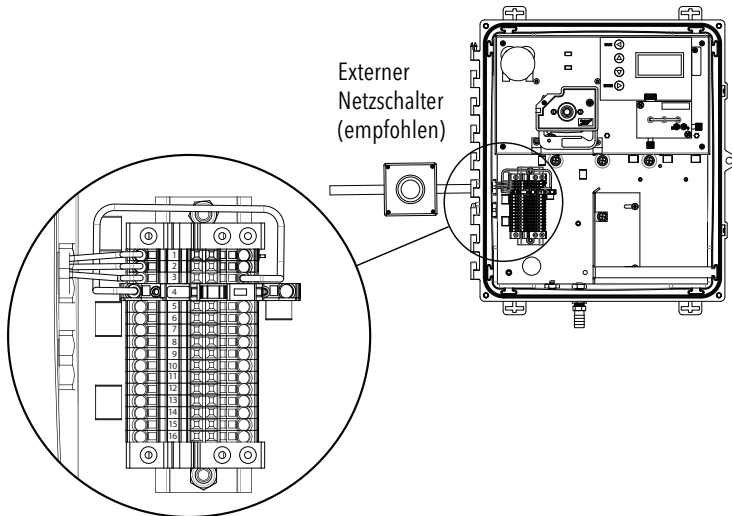

Abbildung 4: Chlorine 3017M Anschlussblock und externer Netzschalter (Verdrahtungsreferenztable auf der nächsten Seite)
6. Die Klemmenleistenanschlüsse werden geöffnet, indem Sie den 1/16" (11,13 mm)-Schraubendreher in die kleine, quadratische Öffnung neben der Öffnung für den Draht drücken. Siehe Abbildung 4.